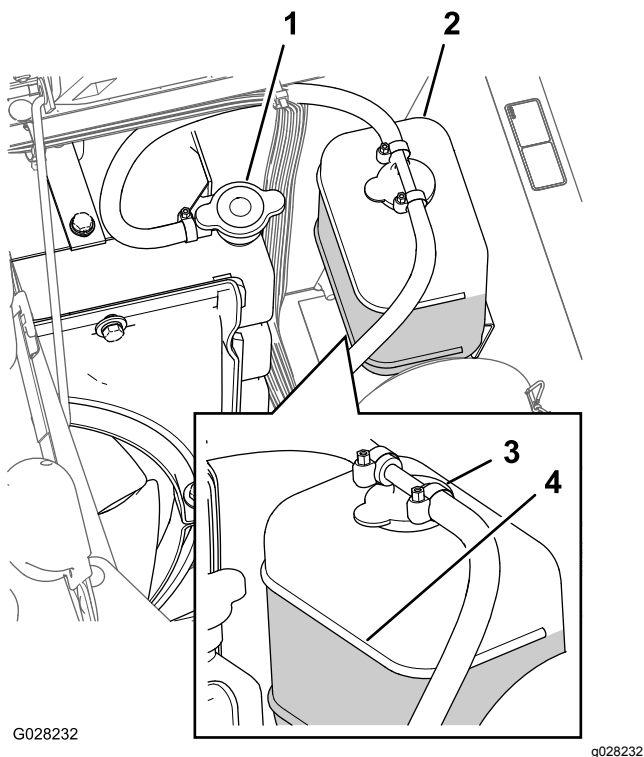

Рисунок 90
3. Осторожно снимите крышку радиатора и крышку расширительного бачка (Рисунок 90).
Примечание: Радиатор должен быть заполнен до верха заливной горловины, а расширительный бачок должен быть заполнен до отметки Full (Полный) на бачке (Рисунок 90).
5. Если уровень охлаждающей жидкости низкий, снимите крышку расширительного бачка и крышку радиатора, долейте жидкость в расширительный бачок до отметки Full (Полный) и в радиатор до верха заливной горловины (Рисунок 90).
6. Установите крышку радиатора и крышку расширительного бачка (Рисунок 90).
2. Подождите, когда двигатель остынет, затем снимите крышку радиатора (Рисунок 90).
6. Снимите крышку радиатора (Рисунок 90).
8. Запустите двигатель с незатянутой крышкой на радиаторе (Рисунок 90).
10. После прогрева охлаждающей жидкости доведите уровень охлаждающей жидкости до уплотнительной поверхности и затяните крышку (Рисунок 90).
11. Откройте крышку расширительного бачка и заполните бачок охлаждающей жидкостью до уровня Cold (Холодный) (Рисунок 90).